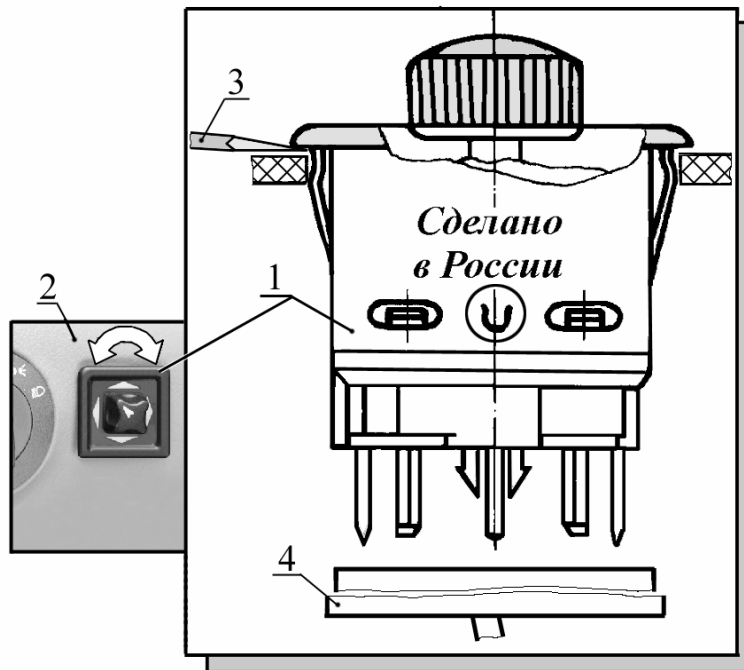

Рис. 6. Замена переключателя управления зеркалами:
9.1. Снять переключатель 1 (рис. 6) управления зеркалами с панели 2 приборов, отжав отверткой 3 защелку, как показано на рисунке (отвертка ГОСТ 17199-88).